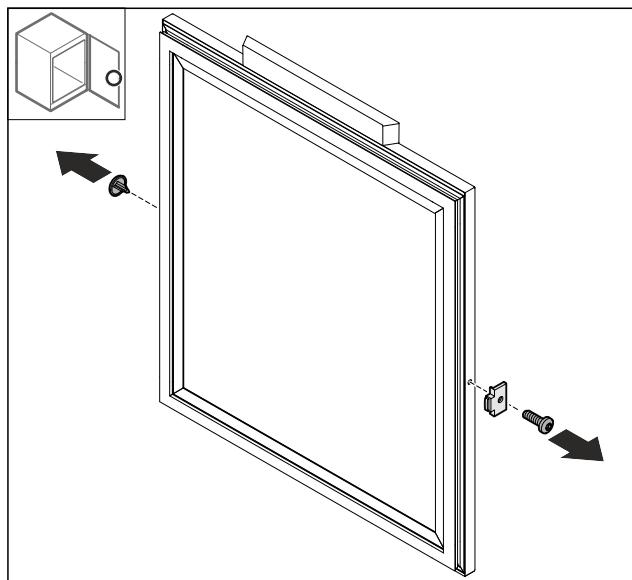

Fig. 73
▶ 移除盖板 Fig. 73 (1)。
▶ 拆卸门挡 Fig. 73 (2)。